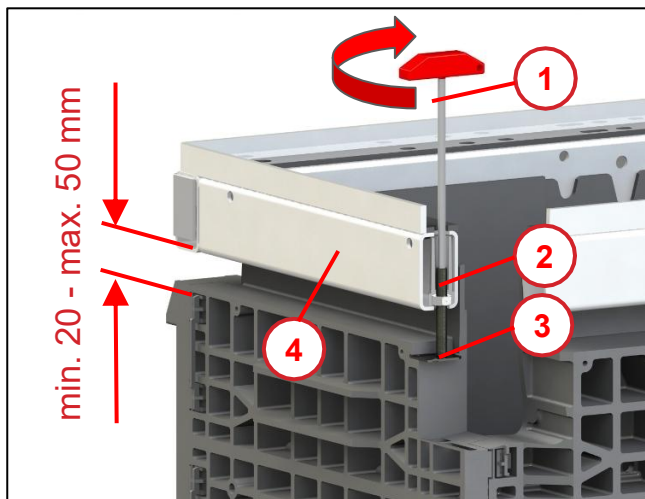

Abb. 37
- Stahlrahmen (1) wieder auf den Kabelschacht aufsetzen.
Die Gewindestifte (2) der zuvor eingestellten Höhenverstellung durch den noch weichen Trockenmörtel (3) drücken bis sie wieder auf der Blechunterlage aufstehen (siehe Abb. 37 - Pos. 3).